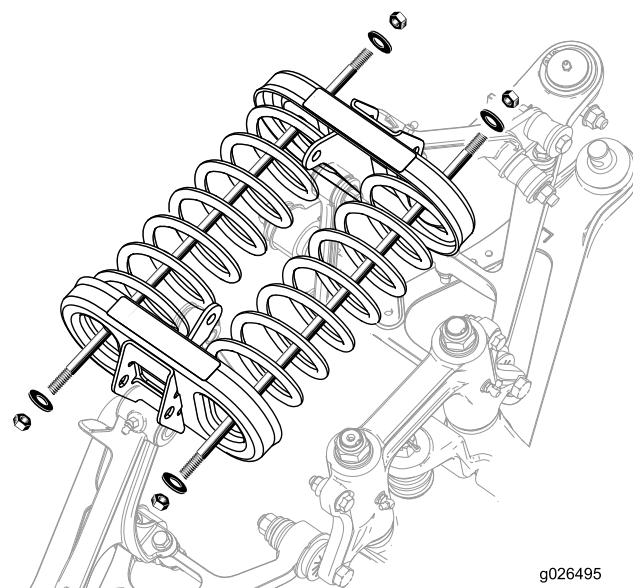

Figure 19
3. Montez les écrous et les rondelles à chaque bout de la tige (Figure 19).